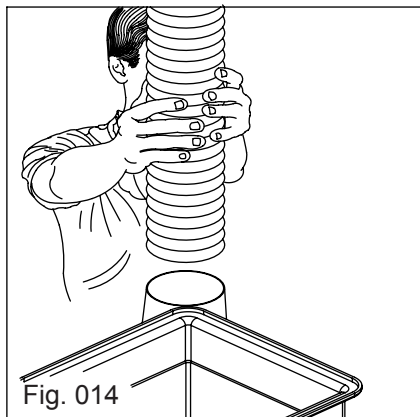
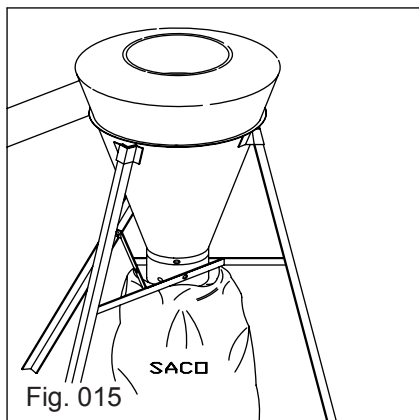

Fig. 014
Fig. 015
d) Acople el tubo de conexión del ciclón (Fig. 014) y ajuste el saco receptor del material al bocal de salida del mismo, como se muestra en la figura (Fig. 015). La máquina está lista para funcionar.